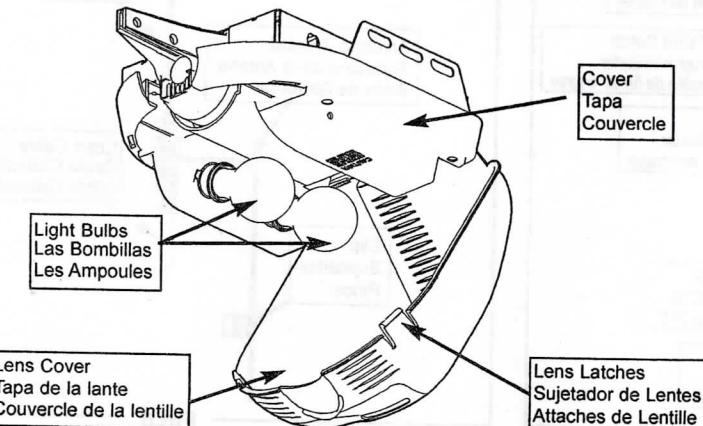

Fig. 1
2. Lower Lens Cover (Fig. 1)
3. Remove Light Bulbs if required (Fig. 1)
4. Lower Cover (Fig. 1)
7. Attach Cover to Top Plate Assembly (Fig. 1 and 2)
2. Bajar la tapa de la lente. (Fig. 1)
3. Quitar las bombillas si se necesita. (Fig. 1)
4. Bajar la tapa (Fig. 1)
7. Unir la tapa al conjunto de la placa superior (Fig 1 y 2)
2. Abaisser le couvercle de la lentille (fig. 1)
3. Enlever l'ampoule, le cas échéant (fig. 1)
4. Abaisser le couvercle (fig. 1)
7. Fixer le couvercle sur la plaque supérieure (fig 1 et 2)